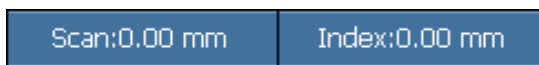

Рис. 6-17 Поля показаний Скан и Индекс
- c) Перемещайте ПЭП с кодировщиком в направлении сканирования и следите за индикатором в строке заголовка, в поле **Скан** или **Индекс** (положительное или отрицательное число) [см. Рис. 6-17 на стр. 189].